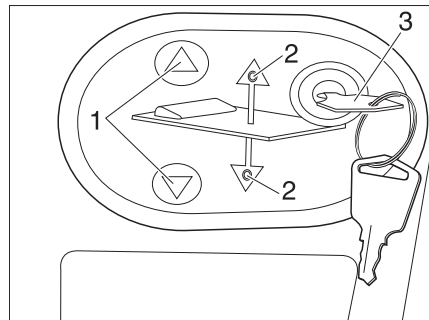

Bild 133 Bedienpanel für elektrisches Hubbett
- Schlüssel (Bild 133,3) in das Bedienpanel (Bild 133,2) stecken.
- Auf Taste  oder  (Bild 133,1) drücken und gedrückt halten. Die jeweilige LED (Bild 133,2) leuchtet und das Hubbett senkt oder hebt sich.
- Wenn die gewünschte Position erreicht ist, Taste  oder  (Bild 133,1) wieder loslassen. Die jeweilige LED (Bild 133,2) erlischt.
- Schlüssel (Bild 133,3) abziehen.